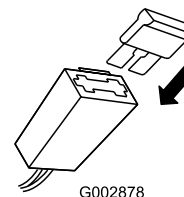

Рисунок 24
2. Вставьте предохранитель в держатель предохранителя (Рисунок 24).